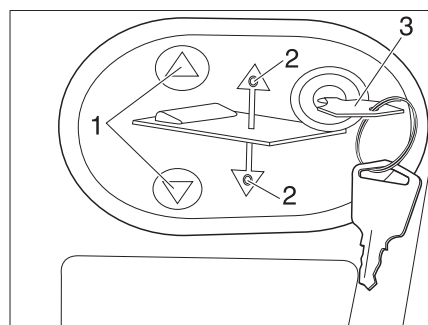

Fig. 163 Panel de mando de la cama elevada eléctrica
- Introducir la llave (Fig. 163,3) en el panel de mando.
- Pulsar y mantener pulsada la tecla  o  (Fig. 163,1). El LED correspondiente (Fig. 163,2) se enciende y la cama elevada se baja o se levanta.
- Cuando se alcanza la posición deseada, soltar la tecla  o  (Fig. 163,1). El LED correspondiente (Fig. 163,2) se apaga.
- Extraer la llave (Fig. 163,3).